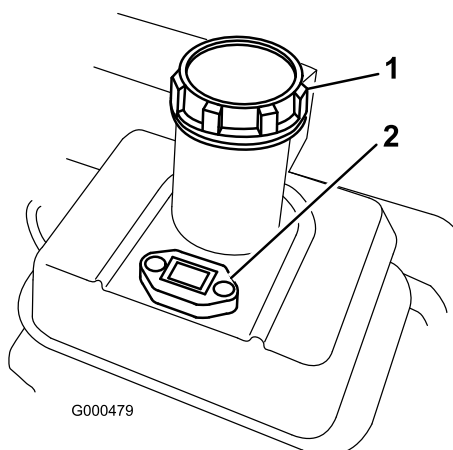

Figura 15
1. Limpe a zona em redor do tubo de enchimento e retire a tampa do depósito (Figura 15). Ao usar gasolina sem chumbo, encha o depósito de combustível apenas até ao fundo do painel do filtro. Não encha demasiado.